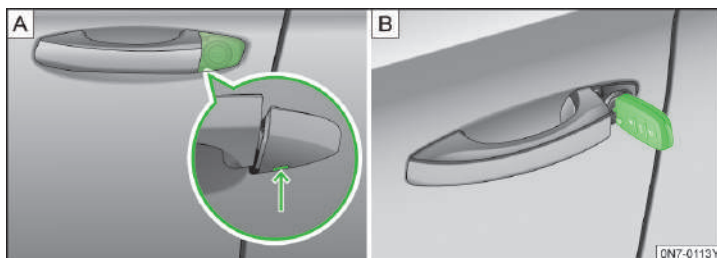

图 53 驾驶员车门上的拉手
- 将汽车钥匙在箭头区域内插入盖板底面上的凹槽内，然后将盖板向上翻转  $\text{A}$  图 53。
- 将汽车钥匙（按钮朝上）插入锁芯中，然后将汽车解锁或锁止  $\text{B}$  图 53。